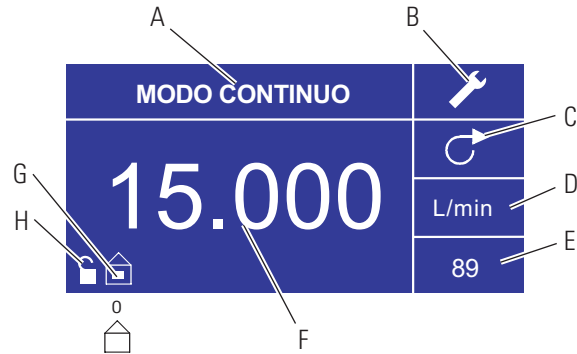

Figura 3-2. Pantalla de modo continuo
- F. **Caudal actual:** Los dígitos centrales muestran el caudal del propulsor en la unidad de medición seleccionada y mostrada a la derecha (vea la posición D, Figura 3-2).